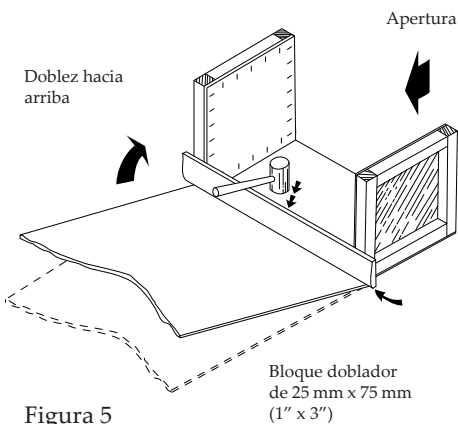

Figura 5
10. Para doblar el cartón, invierta el contenedor parcialmente ensamblado de modo tal que dicho material quede plano sobre el piso o la mesa de trabajo. Alinee el borde aguzado del bloque doblador sobre la zona que va a doblar, colocando el borde del bloque contra el marco de cedro, según se ilustra en la Figura 5. Una vez ubicado el bloque doblador en su sitio, golpéelo con un martillo de goma pesado, avanzando de un extremo al otro. Con este procedimiento se mella el material de tres capas, el que así puede doblarse fácil y exactamente alrededor de los marcos de cedro de los extremos.